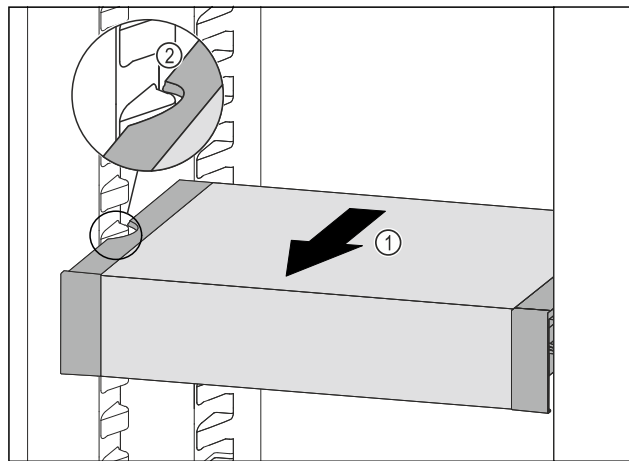

Fig. 131
- Trageți în față VarioSafe Fig. 131 (1), până când degajările laterale ale VarioSafe se află la înălțimea nervurii recipientului din frigider. Fig. 131 (2)